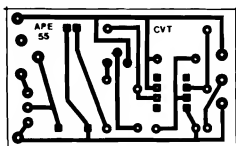

Fig. 3
- FIG. 3 - LAY OUT DO CIRCUITO IMPRESSO ESPECÍFICO - Mesmo considerando a presença um tanto "trambolhuda" do acoplador ótico (lâmpada e LDR obrigatoriamente se confrontando e isolados do ambiente...) sobre a placa, esta ainda ficou razoavelmente pequena, e de desenho simples nas suas áreas cobreadas (ilhas e pistas...). Nenhuma recomendação extra... Apenas os cuidados de sempre, uma boa verificação ao final (com eventual eliminação de defeitos antes de se começar as soldagens...) e a observação das INSTRUÇÕES GERAIS PARA AS MONTAGENS, são tudo o que o Leitor/Hobbysta precisa para bem aproveitar as inerentes vantagens dessa técnica de montagem... Lembramos apenas que a presença do